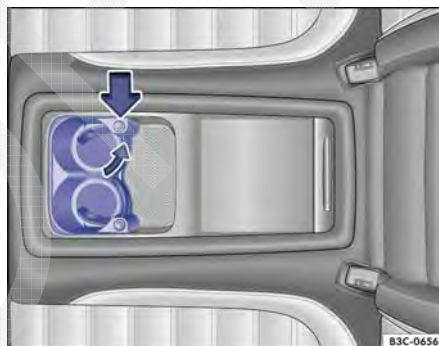

Fig. 172 Porta-bebidas aberto entre os assentos traseiros: rebater suporte.
- Pressionar o botão para girar o suporte de copos para fora → Fig. 172 (seta grossa).
- Girar o suporte de copos de volta ao console → Fig. 172 (seta pequena) até que ele se encaixe.